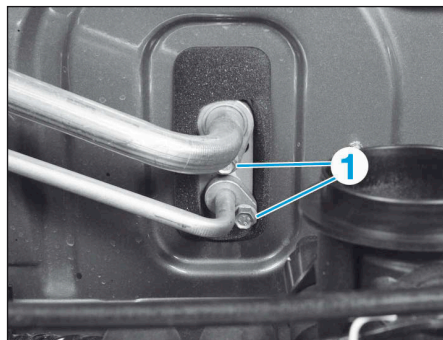

FIG.22
- Déposer les vis (1) puis désaccoupler les tuyaux du détendeur (**Fig.22**).